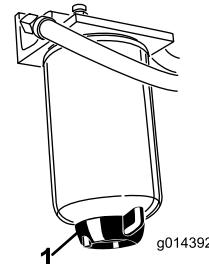

図 39
水セパレータ（図 39）の水抜きは毎日おこなって異物を除去してください。400運転時間ごとにフィルタのキャニスターを交換してください。
2. フィルタ容器（図 39）下部のドレンプラグをゆるめて水や異物を流し出す。